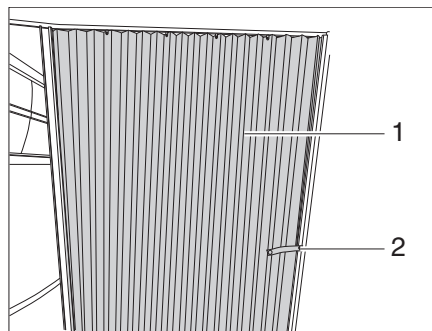

Bild 79 Förhänge
- Lossa säkerhetsbandet (Bild 79,2).
- Dra förhänget (Bild 79,1) till stängt läge.
- Dra förhänget (Bild 79,1) till öppet läge.
- Fäst förhänget med säkerhetsbandet (Bild 79,2).